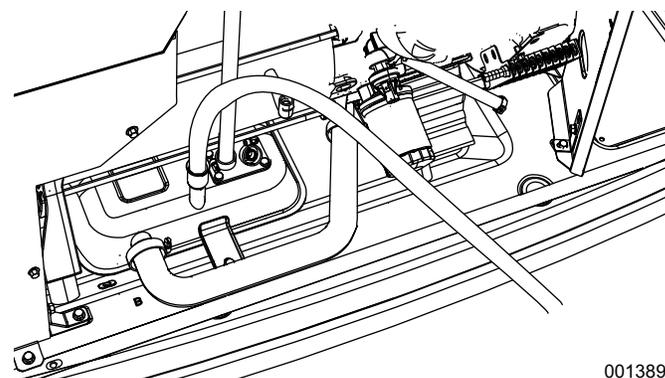

Figure 4-7. Tuyau de vidange dans le réservoir d'huile
10. Voir la Figure 4-7. Insérez l'extrémité libre du tuyau ¼ po dans le réservoir d'huile de l'appareil.